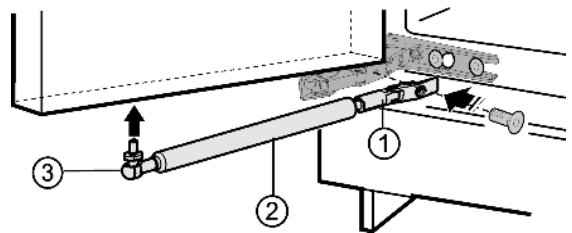

Fig. 5
- ▶ Halterung Fig. 5 (1) anschrauben.
- ▶ Kugelzapfen Fig. 5 (3) zusammen mit dem Schließdämpfer Fig. 5 (2) in die Befestigungsbohrung einschrauben.